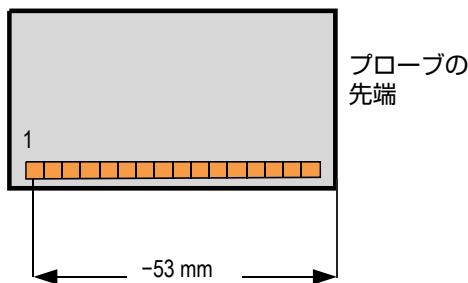

図 4-4 探触子の基準ポイント測定
- a) **基準ポイント**ボタンで、探触子の基準ポイントを入力します。これは、探触子の前面から最初の振動素子の中央部までの距離を指します (113 ページの図 4-4 参照)。